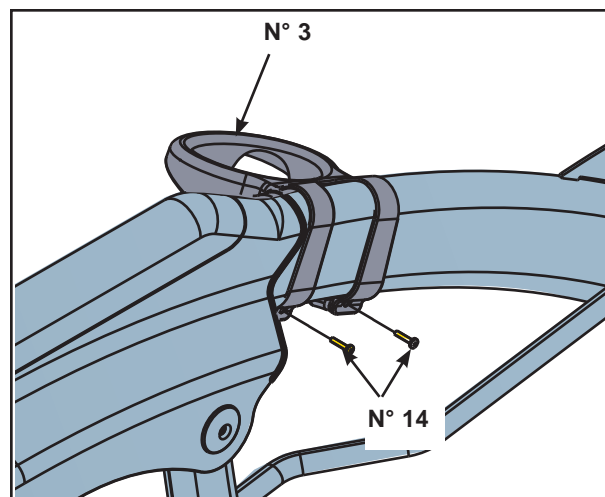

Figure 13
- C. À l'aide d'un tournevis Phillips, fixez le porte-bouteille (n° 3) au châssis au moyen des deux vis 8-16-18 x 0,75 (n° 14). Reportez-vous à la figure 13. **REMARQUE :** Ne serrez pas excessivement les vis.